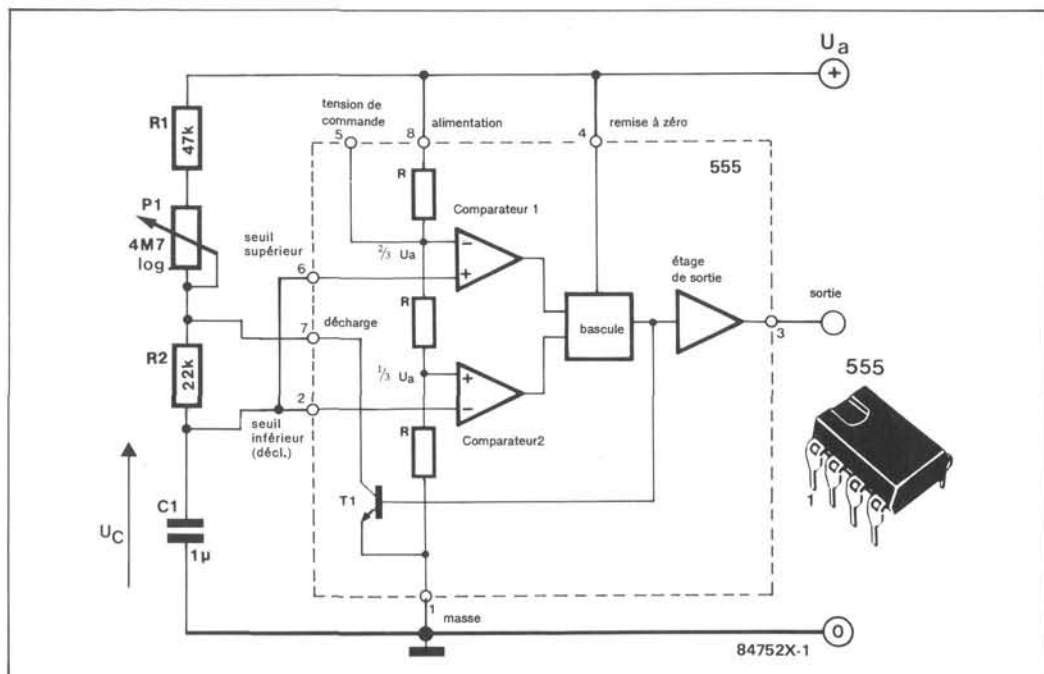

Figure 1 - L'utilisation la plus courante du 555 est celle de multivibrateur astable. Le potentiomètre permet de faire varier la fréquence.
Sus donc au multivibrateur astable que nous appellerons MVA dans ce qui suit. Ce qui caractérise le schéma du MVA et apparaît d'emblée, est son élégante symétrie (figure 1). Les deux transistors dos à dos avec chacun leur résistance de collecteur, et leur réseau RC (R2 et C1, R3 et C2) dans le circuit de base.
Figure 1 - Reconnaissable à la symétrie de sa construction, remarquable pour sa fiabilité, le multivibrateur astable à deux transistors est un circuit bon à tout faire.
Le 555 trouve continuellement de nouvelles applications, mais il semble avoir été fait spécialement pour chacune d'elles. Son organisation interne, représentée sur la **figure 1**, comprend deux comparateurs, une bascule et un étage de puissance de sortie. Les tensions de référence des deux comparateurs sont définies par un réseau de résistances interne. Les résistances du diviseur, marquées R sur le schéma, sont toutes les trois de 5 k Ω . Elles définissent deux seuils de tension, égaux à 1/3 et 2/3 de la tension d'alimentation U_A . Le montage de la figure 1 est un multivibrateur astable. Il va nous donner l'occasion de décrire la fonction des différents sous-ensembles. À la mise sous tension, le courant circule à travers les résistances extérieures R1, R2
Le montage de la figure 1 ne peut donner que des durées différentes pour la pause et l'impulsion. Il peut arriver que l'on tienne à avoir des durées égales. C'est possible avec la montage de la figure 4. Le courant de charge passe alors par R1 et D1, le courant de décharge par R2 et D2. Les durées seront égales à condition que les résistances R1 et R2 soient égales.
Examinons l'oscillateur à multivibrateur astable de la **figure 1**, construit autour d'un inverseur à trigger de Schmitt (le seuil de basculement à l'entrée n'est pas le même lors du passage du niveau bas au niveau haut que lors du passage du niveau haut au niveau bas). La réinjection d'une partie du signal de sortie doit être effectuée avec un certain décalage (la cause précède l'effet lequel ne peut devenir cause à son tour qu'un peu plus tard).
Figure 1 - L'oscillateur à opérateur logique avec entrée en trigger de Schmitt est le plus simple qui soit. Il réunit les conditions sine qua non de l'oscillation : rétroaction, gain (le circuit intégré est un composant actif) et déphasage (RC).
Figure 3 - Le circuit de la figure 1 ne fonctionne que si les seuils de commutation à l'entrée de l'opérateur sont différents comme c'est le cas sur un opérateur à entrée en trigger de Schmitt. Un deuxième opérateur permet de s'affranchir de cette obligation. Dès lors on peut utiliser des opérateurs ordinaires.
Il vaut mieux adopter la configuration de la **figure 3** qui permet d'utiliser des opérateurs sans entrée à trigger de Schmitt. Le principe fondamental reste le même que celui de la figure 1 : charge et décharge du condensateur.